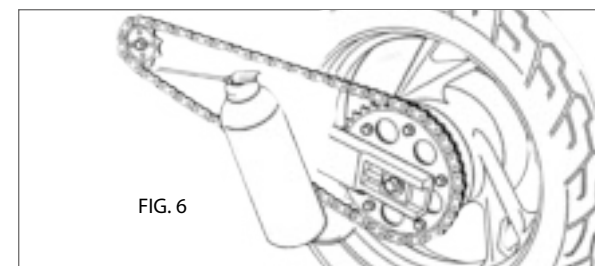

FIG. 6
3. Dirigere il getto di lubrificante all'interno della catena, tra le piastre interne e le piastre esterne (fig. 7), nel punto immediatamente precedente a quello d'ingranamento sul pignone (fig. 6); per effetto della forza centrifuga il lubrificante, reso fluido dai solventi contenuti nello spray, si espanderà nell'area di lavoro tra perno e bussola assicurandone la perfetta lubrificazione.
3. Spray the lubricant inside the chain between the inner and the outer plates (fig. 7), just before the front sprocket (fig. 6); the centrifugal force introduces the lubricant into the pin/bushing area, assuring complete lubrication.